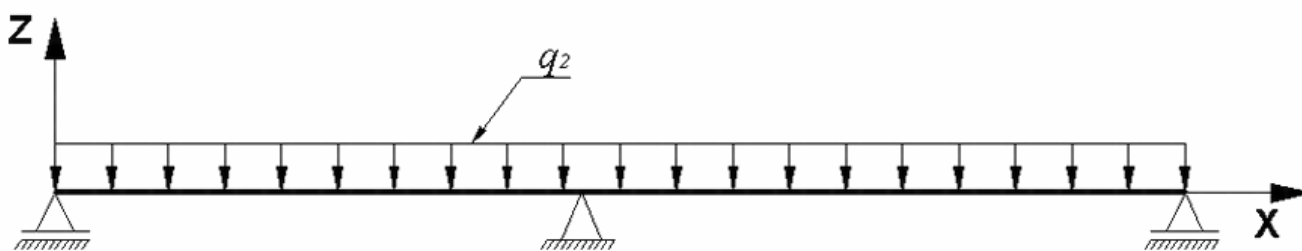

Рис.19.4. Схема загрузки балки (Загрузка 2)
- загрузка 2 – равномерно распределенная $q_2 = 0.3$ т/м (рис.19.4);